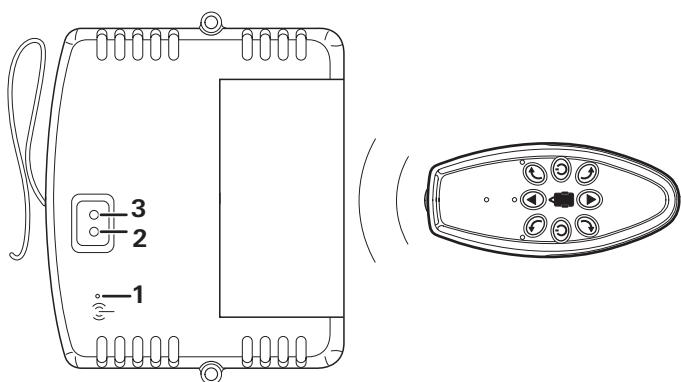

Figure 12
- Actionner la touche de réinitialisation (figure 12 - 1) sur la commande avec un objet fin. Il est pour cela possible d'utiliser l'antenne de la commande.
La LED verte et rouge (figure 12 - 2/3) sur la commande clignotent maintenant en alternance.